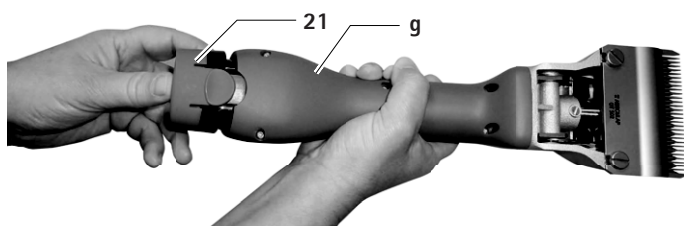

Fig. 2
- ▶ Tirar de la batería de iones de litio **21** hasta sacarla, cargar y/o introducir la batería de iones de litio de repuesto GT641 (3INR19/66-1) cargada en la esquiladora a batería **g**, ver Fig. 2.